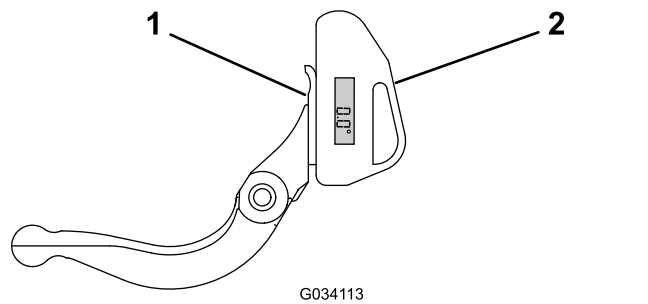

Figura 25
1. Amplasai indicatorul de unghi în partea inferioară a contracuitului, conform indicațiilor din Figura 25.